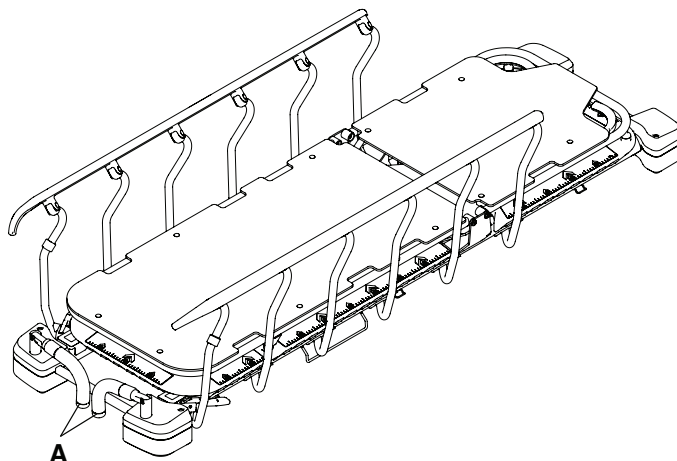

**Рисунок 10 – Перевод ручек для толкания ножного конца в сложенное положение**
4. Выполните эти действия в обратном порядке, чтобы перевести ручки для толкания ножного конца (A) в сложенное положение (Рисунок 10).